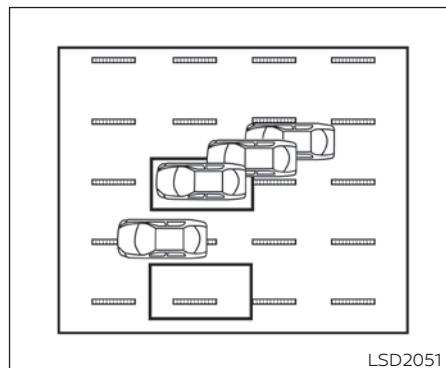

Ilustración 12 – Entrando por el lateral
- **Ilustración 12: El Sistema de Intervención Inteligente en Puntos Ciegos no funcionará si su vehículo está en un marcador de carril cuando otro vehículo ingresa a la zona de detección. En este caso sólo funciona el sistema BSW.**